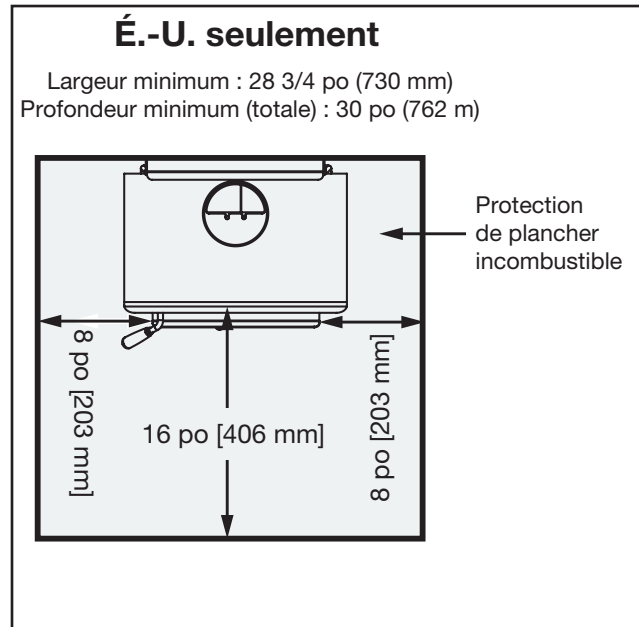

Figure 8: TN10 Protection du plancher aux États-Unis.
1. Retirez les 4 vis et la plaque-couvercle du panneau arrière du poêle. (Fig. 8)